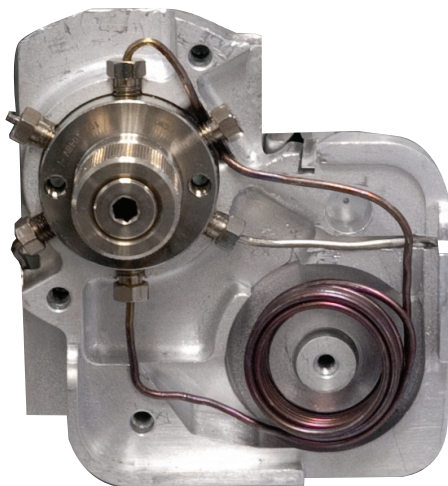

图 21. 样品定量环块中样品定量环的正确位置
- 12 将样品定量环放在六通阀前面，将新样品定量环的两端连接到位置 1 和 4，如图 21 所示。
- 14 向样品定量环块旋转样品定量环（向右）。在阀上的连接点 5 的上方和后面连接样品定量环的上端。继续旋转样品定量环，直到它嵌入样品定量环块中的凹陷安装口中，如图 21 所示。